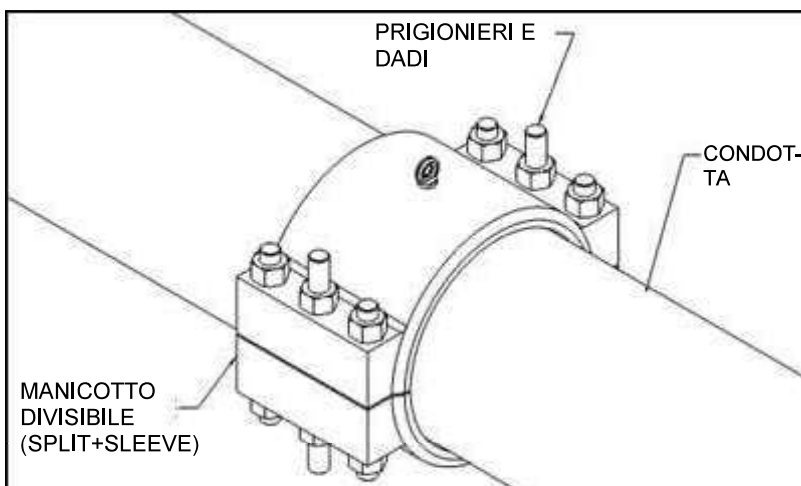
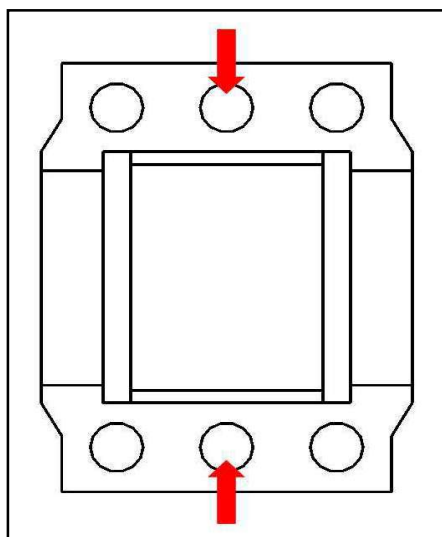
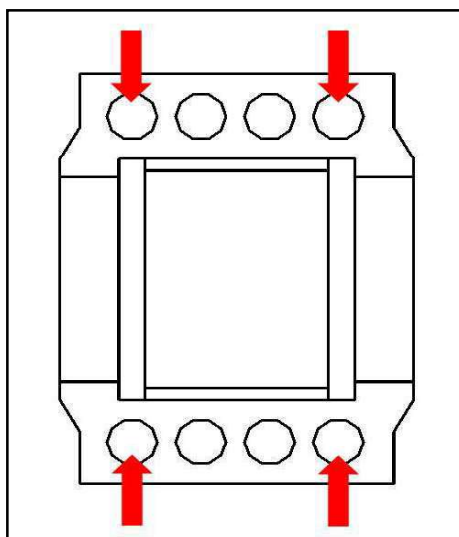

Figura 6
Figura 7
Figura 8
5. Inserire i prigionieri ed i dadi nei fori della Split+Sleeve come mostrato nella Figura 6. La maggior parte delle Split+Sleeve avrà due diverse lunghezze dei prigionieri. Quelli più lunghi servono ad avvicinare le due metà del manicotto. Assicurarsi che i prigionieri più lunghi siano inseriti nei fori corretti. Le PLIDCO Split+Sleeve con 3 fori per lato devono avere i prigionieri più lunghi nei due fori centrali (vedi Figura 7). Le clampe con più di tre fori per lato devono avere i prigionieri più lunghi nei quattro fori angolari (vedi Figura 8).